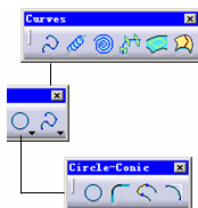

图 4-14
- 利用 CATIA 创建各种规则和自由曲线, 该组的工具条如图 4-14 所示。